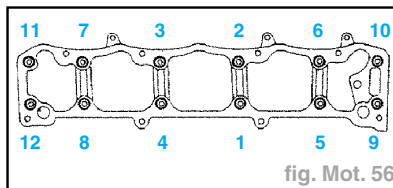

fig. Mot. 56
- Approcher puis serrer progressivement les vis de fixation dans l'ordre indiqué de 1 à 12 (fig. Mot. 56).